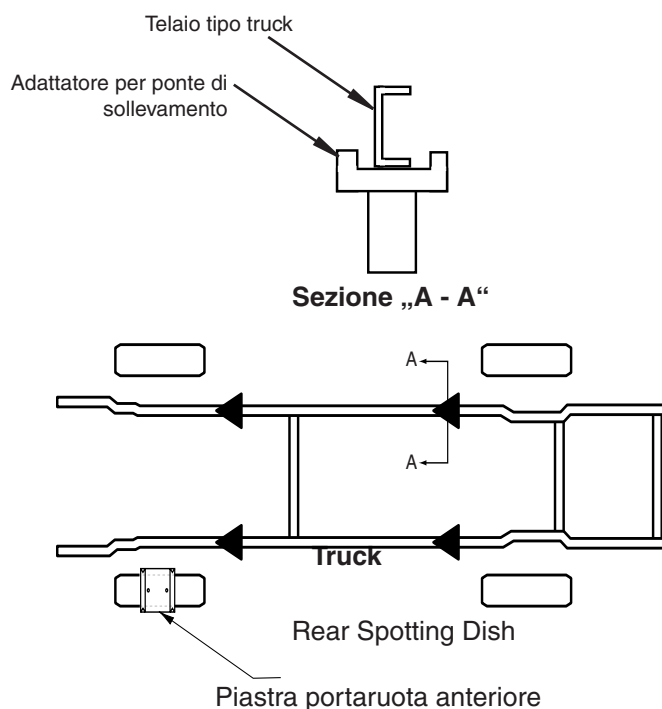

Fig. 3
- Posizionare il veicolo sopra al ponte di sollevamento con la ruota anteriore sinistra nella piastra portaruota come mostrato in fig. 3. Posizionare il veicolo a seconda del baricentro, non secondo lo spazio di apertura delle portiere.